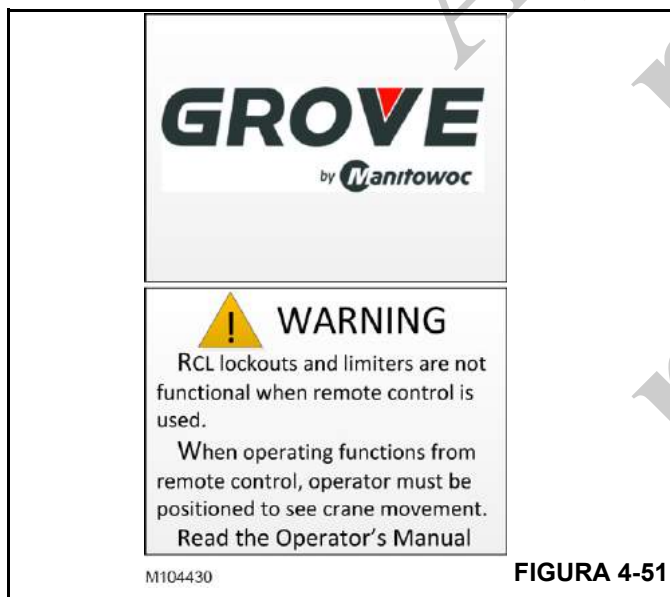

FIGURA 4-51
9. A tela de INÍCIO aparecerá por alguns segundos, seguida pela tela de ATENÇÃO (Figura 4-51).